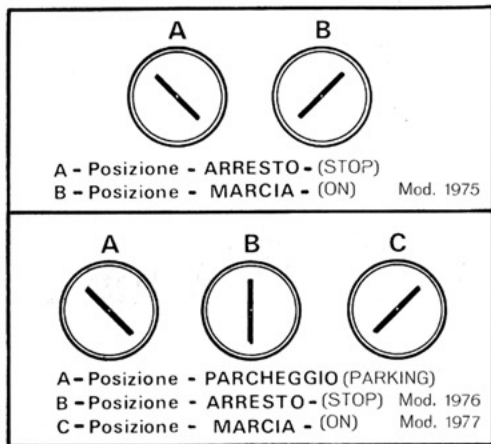

Fig. 42
5) **Interruttore chiave (vedi fig. 42)**
5) **Key switch (see fig. 42)**